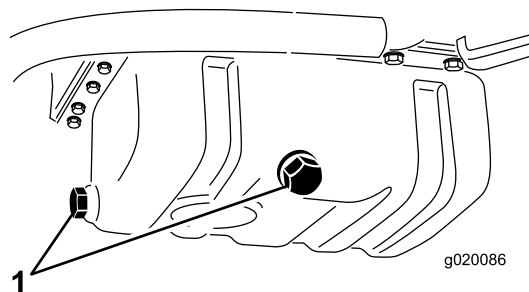

Figura 55
1. Retire cualquier de los tapones de vaciado (Figura 55) y deje fluir el aceite a un recipiente apropiado. Cuando el aceite deje de fluir, coloque el tapón de vaciado.